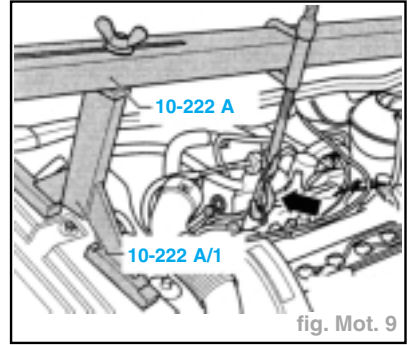

fig. Mot. 9
- Mettre en place le dispositif de maintien 10-222A avec les pieds 10-222A/1 (fig. Mot. 9).
- pousser le support (B) jusqu'en butée sur le pignon d'arbre à cames d'admission (C).
- Pour pouvoir déposer la poulie de vilebrequin, le moteur doit être abaissé légèrement en procédant comme suit (fig. Mot. 9) :